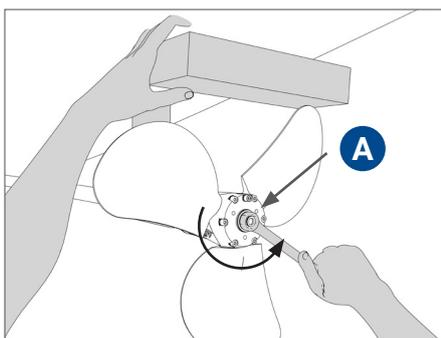

FIG. 35 | Svitare dado di serraggio "A"
- Assicurarci che l'asse porta-elica non possa ruotare innestando la marcia a motore spento o bloccando l'asse in altra maniera. Per evitare di curvare le pale dell'elica in fase di svitamento, usare la precauzione di ruotare le pale in posizione di spinta (non in bandiera), e bloccare la rotazione con un cuneo di legno tra la pala e la carena. (Fig. 35).
- Svitare il dado di serraggio **A** in senso antiorario (Fig. 35); durante lo svitamento l'elica si estrarrà automaticamente dal cono dell'asse porta-elica o dall'asse Sail-Drive.